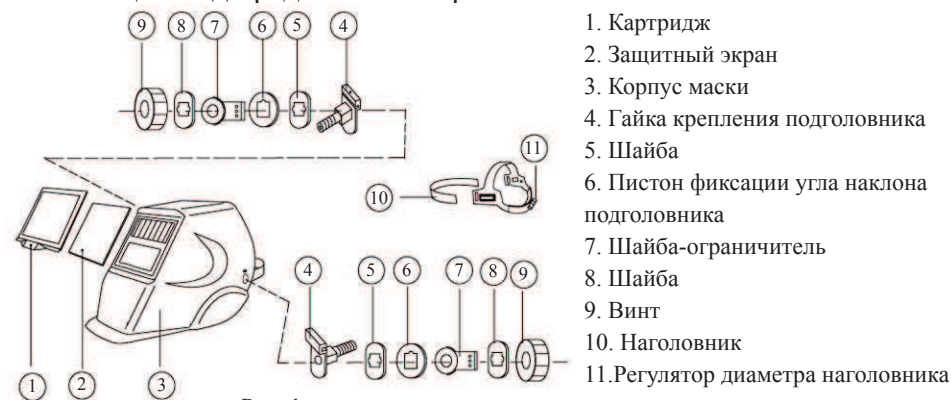

Рис. 1
4.1 Общий вид представлен на рис. 1